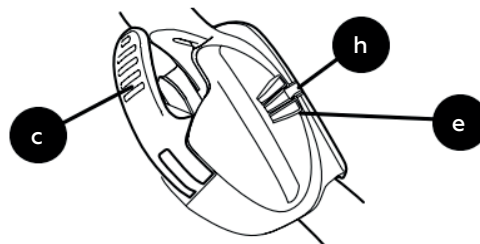

Рис. 5
**ВАЖНО:** при блокировке фиксаторов (с) проверьте, что индикатор положения (h) совпадает с одним из трех положений рукоятки (i) (рис. 5).